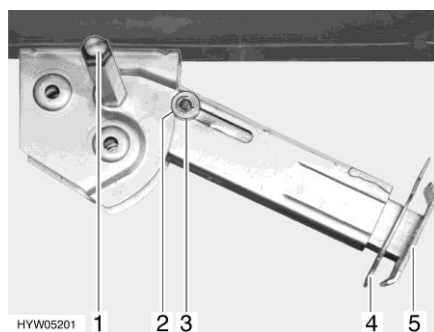

Fig. 45 Piedino di stazionamento
- Inserire la chiave a tubo nell'esagonale (Fig. 45,1) e ruotare fino a quando il piedino di stazionamento non si trova in posizione verticale verso il basso.
- Estrarre la copiglia (Fig. 45,4) dal prolungamento dell'estremità del piedino (Fig. 45,5).
- Inserire la chiave a tubo nell'esagonale (Fig. 45,1) e ruotare fino a quando il piedino di stazionamento non si stacca dal terreno.
- Spingere completamente all'interno il prolungamento dell'estremità del piedino (Fig. 45,5) e inserire la copiglia (Fig. 45,4) nel foro apposito.
- Ruotare la chiave a tubo nell'esagonale (Fig. 45,1), fino a quando il piedino di stazionamento non è sollevato verso l'alto e la guida (Fig. 45,3) è rientrata totalmente nell'intaglio (Fig. 45,2).